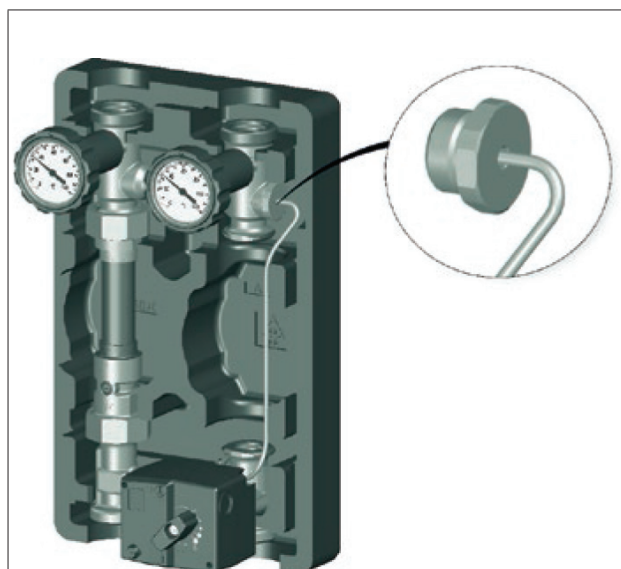

Рис. 6: Монтаж на 3-ходовой смесительный вентиль.
7. Вставить температурный датчик в штуцер для датчика на станции (см. пример рис. 6 на стр. 10).